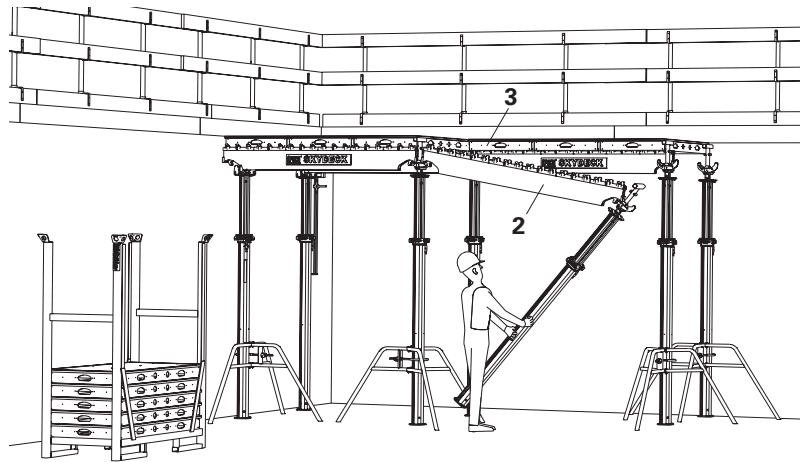
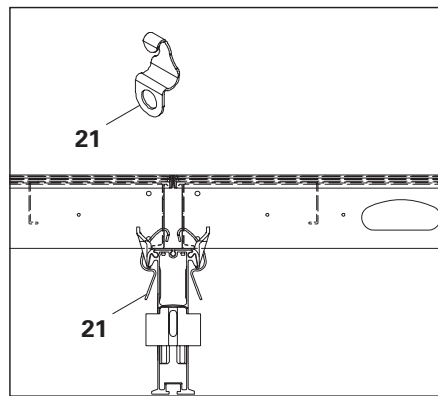

Fig. A4.15
Fig. A4.16
In caso di edifici chiusi da ogni lato, se la pressione dinamica del vento è compresa tra 0,033 kN/m² (26 km/h) e 0,061 kN/m² (36 km/h), è necessario fissare gli elementi a telaio alle travi con due molle SPK (21) ciascuno. (Fig. A4.16)
- ancoraggi (Fig. A4.16),
1. Agganciare la trave SLT 225 (2) alla testa a caduta.
2. Agganciare il puntello con testa a caduta SFK alla trave sollevata. (Fig. A4.15)
4. Posare gli elementi a telaio (3).